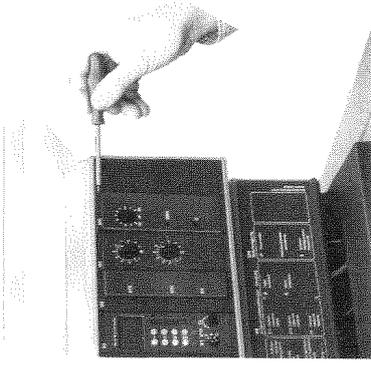

Abb. 1 Ausrasten einer Frontplatte (diese Abb. gilt generell für das Ausrasten einer beliebigen Frontplatte)
2. Gewünschte Frontplatte mit einem kleinen Schraubendreher nach vorn ausrasten (Abb. 1).